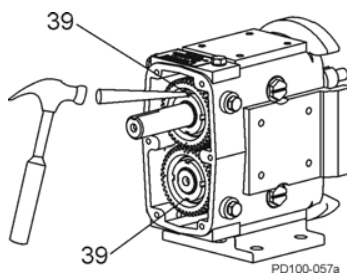

Abbildung 37 - Die Sperrnase an Sicherungsringen umbiegen
7. Biegen Sie die Sperrnase an den Sicherungsringen in die Schlitz für die Sicherungsmuttern und sichern Sie so die Zahnradsicherungsmutter in ihrer Position (Abbildung 37).